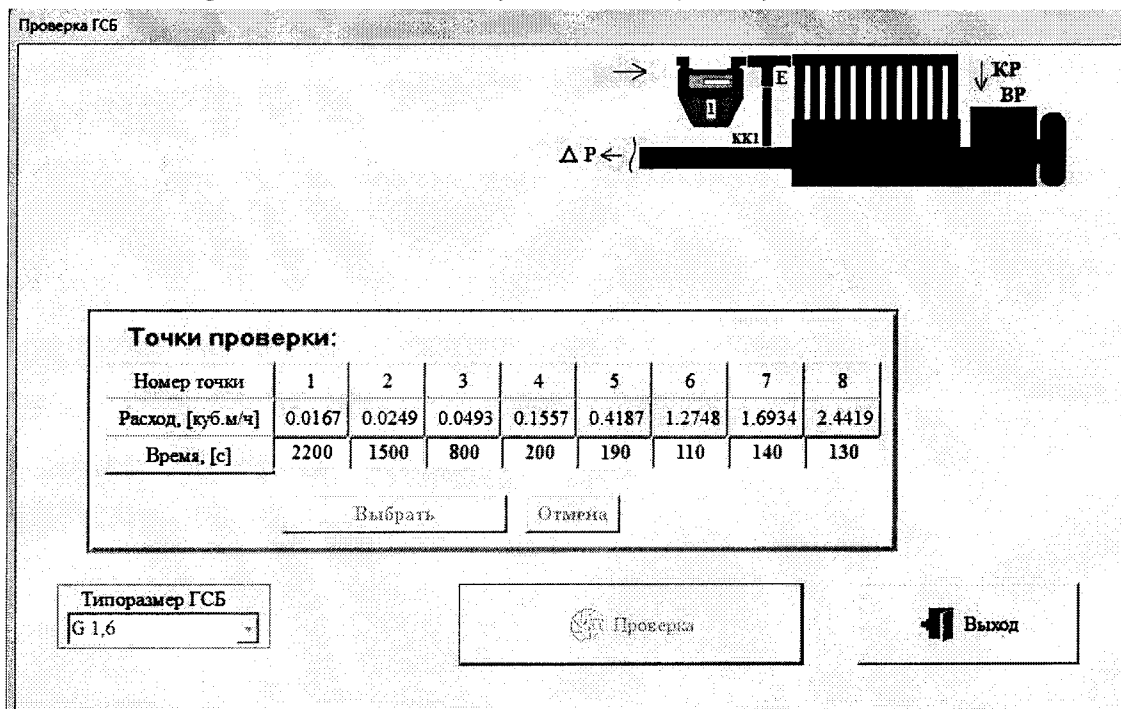

Рис. 3
1.6.5 На экране появляется следующее окно (Рис. 3).